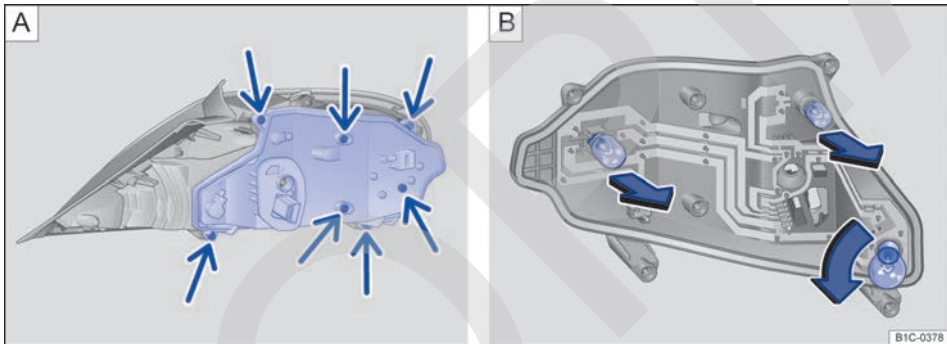

Fig. 191 A: desmontaje del portalámparas. B: lámparas en el portalámparas.
8.	Desmonte los tornillos de fijación → fig. 191 A (flechas) con el destornillador de las herramientas de a bordo → pág. 262.
10.	Sustituya la lámpara averiada por otra nueva del mismo tipo → fig. 191 B.
11.	Coloque el portalámparas en el grupo óptico trasero. Apriete los tornillos de fijación → fig. 191 A (flechas) con el destornillador.